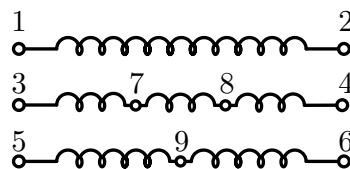

Figura 2: Módulo de transformador monofásico con sus distintas terminales.
- 2.2. Medir y registrar los valores de voltajes de los diferentes puntos de los devanados entre los puntos (5,6), (3,4), (3,7), (7,8), (8,4),(5,9),(9,6), según la Figura 2. Estos son valores de voltaje del secundario.